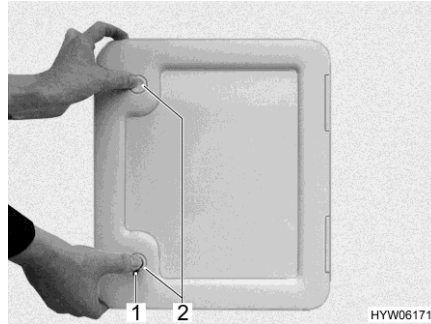
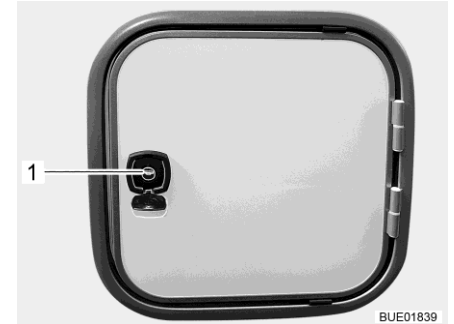

Fig. 273 Portillon pour le réservoir pour matières fécales
Fig. 274 Portillon pour le réservoir pour matières fécales (alternative)
- Ouvrir le portillon pour le réservoir pour matières fécales à l'extérieur du véhicule. Insérer pour cela la clé dans le barillet de la serrure (Fig. 273,1 ou Fig. 274,1) et la tourner d'un quart de tour dans le sens des aiguilles d'une montre.
- Si existant : Appuyer du pouce et simultanément sur les deux verrous de pression (Fig. 273,2) et ouvrir le portillon pour le réservoir pour matières fécales.